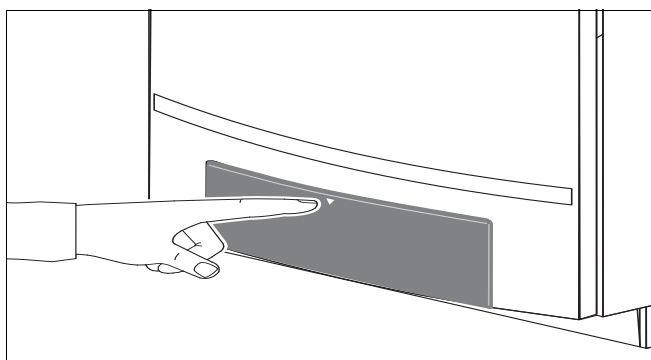

Fig. 24 Aprire il pannello di servizio
- Aprire il pannello di comando premendolo (fig. 24).